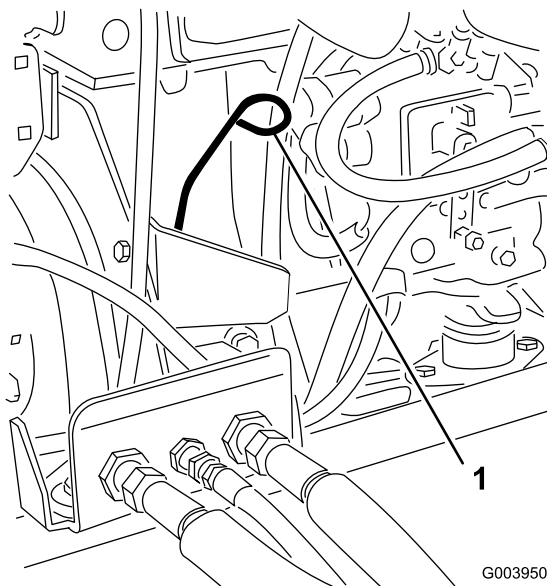

図 32
3. ディップスティックを抜き取り、付いているオイルをウェスで拭きとってもう一度差し込む（図 32）。